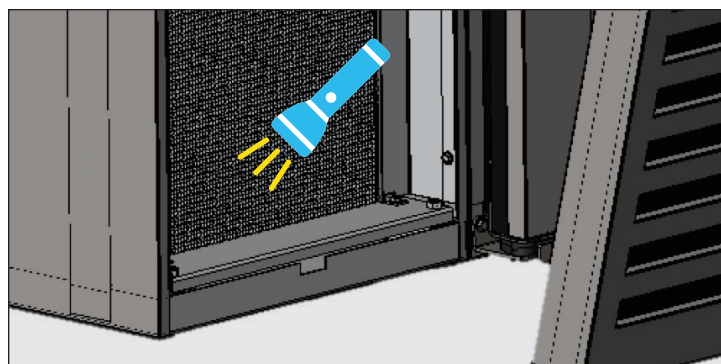

Рис. 4. Убедитесь в том, что вся грязь удалена.
5. После удаления грязи с поверхности змеевика, используя фонарик, проверьте, можете ли вы видеть сквозь змеевик, и наблюдайте за вращением лопасти вентилятора конденсатора. См. рис. 4.